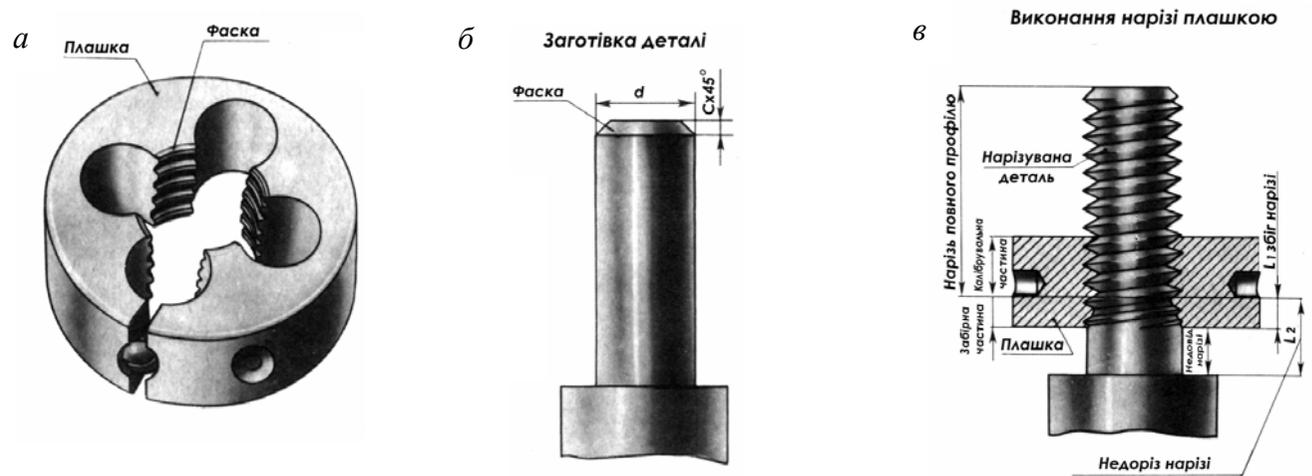

Рис. 2.97. Виконання нарізі плашкою
**Плашка** (рис. 2.97, а) застосовується для виконання зовнішньої нарізі (рис. 2.97, в) на заздалегідь підготовленій заготовці деталі (рис. 2.97, б), діаметр  $d$  якої визначається діаметром і кроком  $P$  нарізі.